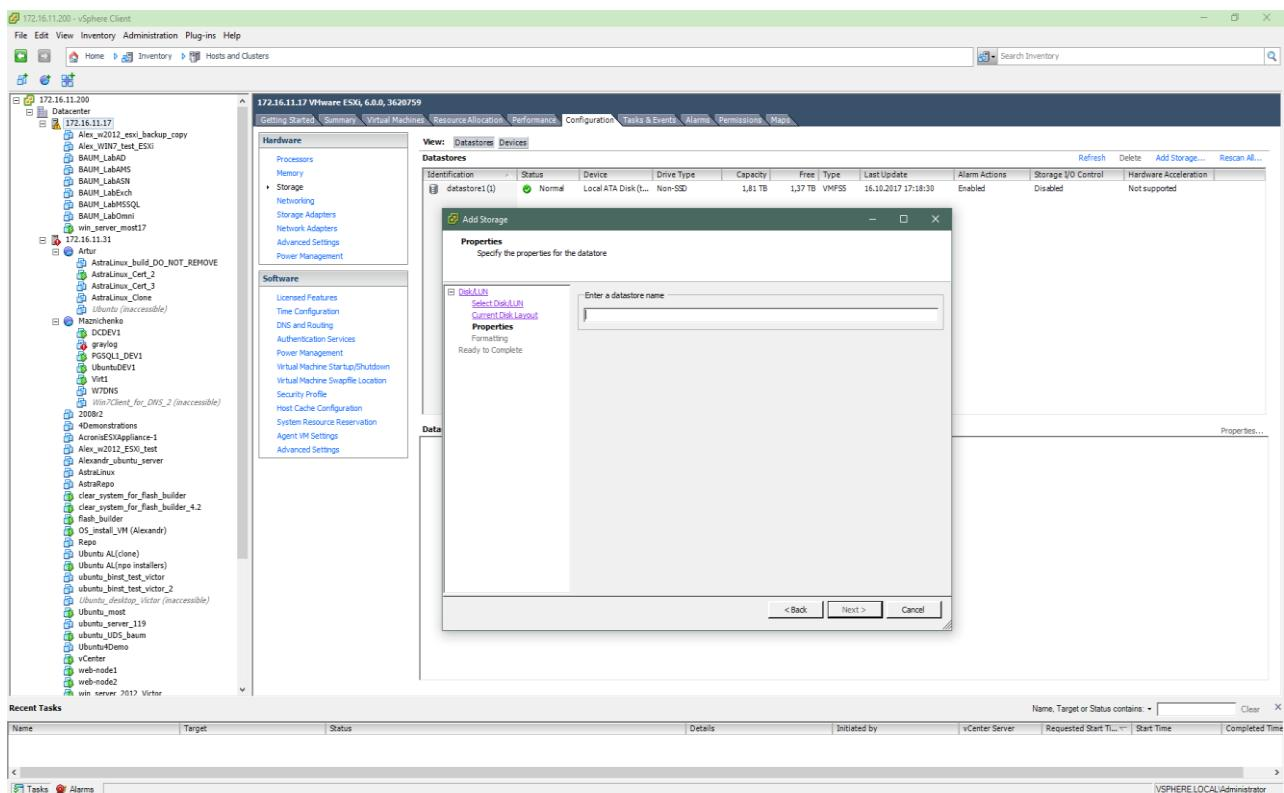

Рисунок 106 – Имя Datastore
13. Введите имя луна в поле «**Enter a datastore name**» (см. Рисунок 106).